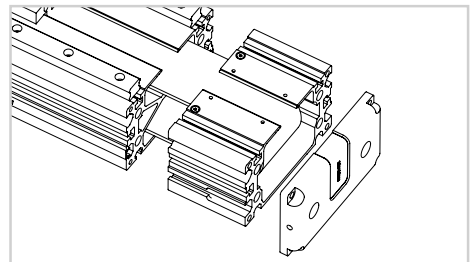

Abb. 12
13) Trennen Sie den Umlenkopf vom Profil und entfernen Sie die Riemenscheibe (Abb. 12).